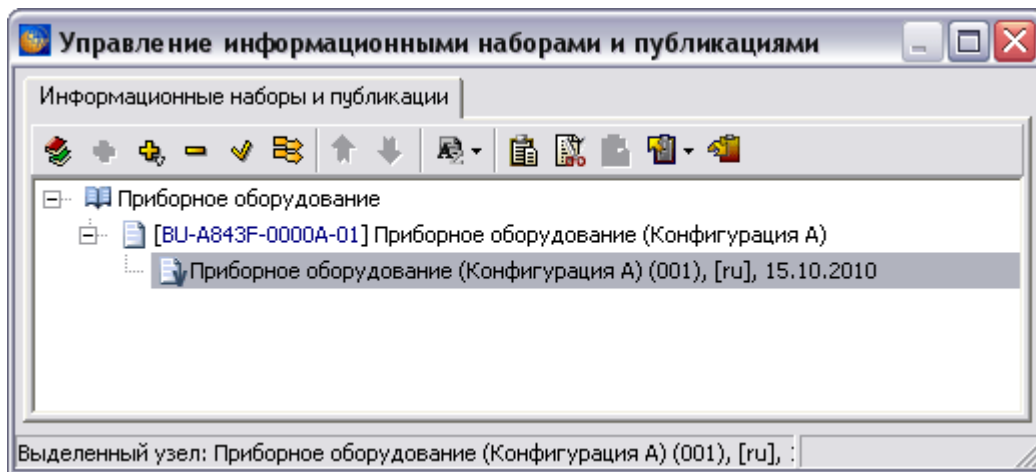

Рис. 8.65
5. Выйдите из окна **Редактор публикаций** с сохранением изменений для возврата в диалоговое окно **Управление информационными наборами и публикациями** (Рис. 8.65).